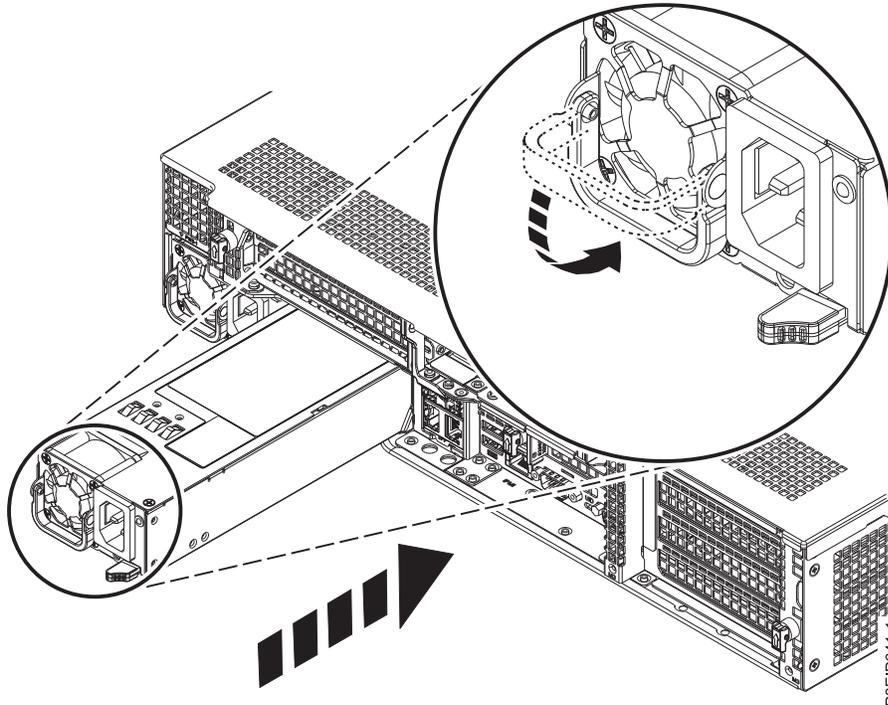

Abbildung 94. Austausch eines Netzteils im System
2. Richten Sie das Netzteil an der Position aus (siehe Abb. 94 auf Seite 93). Der Lüfter befindet sich auf der linken Seite; der Netzstecker befindet sich auf der rechten Seite. Schieben Sie das Netzteil in das System, bis die Verriegelung einrastet.